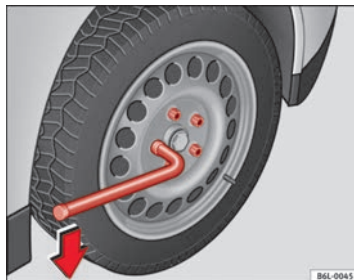

Abb. 138 Radwechsel: Radschrauben lockern
- Greifen Sie das Ende des Radschlüssels und drehen Sie die Schraube etwa eine Umdrehung nach **links** ⇒ Abb. 138.